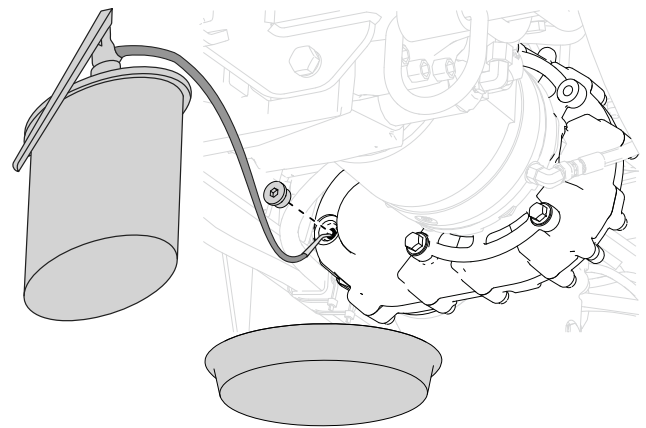

Figura 116
6. Llene la caja de engranajes con 0,34 litros del aceite especificado a través de la mirilla (Figura 116).